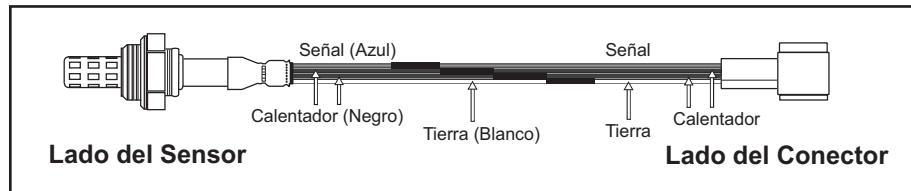

figura 3
- Centrar el tubo termoretráctil sobre la cabeza del conector y aplicar calor para sellar las conexiones, para que no les entre agua. (ver figura 3)